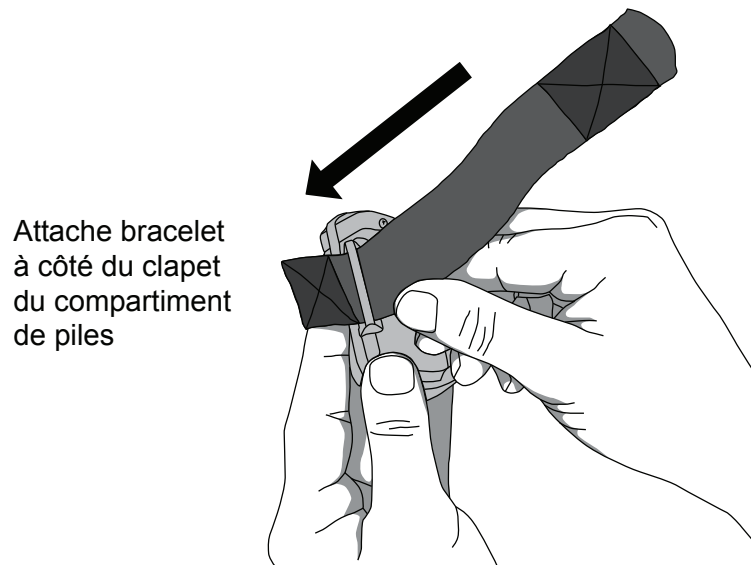

Figure 9: Insertion du bracelet réglable
4. Insérez l'attache à bout carré à travers l'attache bracelet à côté du clapet du compartiment de piles. Insérez la bande par l'arrière de l'appareil et tirez-la vers l'avant de l'appareil (figure 9).